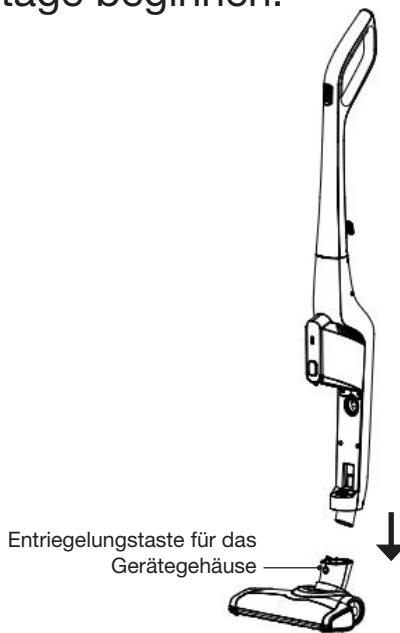

Abb. 2
2. Stecken Sie das Gehäuse in die Elektrobürste, bis es mit einem hörbaren Klicken einrastet (siehe Abb. 2).
Drücken Sie die Entriegelungstaste auf der Elektrobürste (siehe Abb. 2), um die Elektrobürste vom Gerätgehäuse zu entfernen.